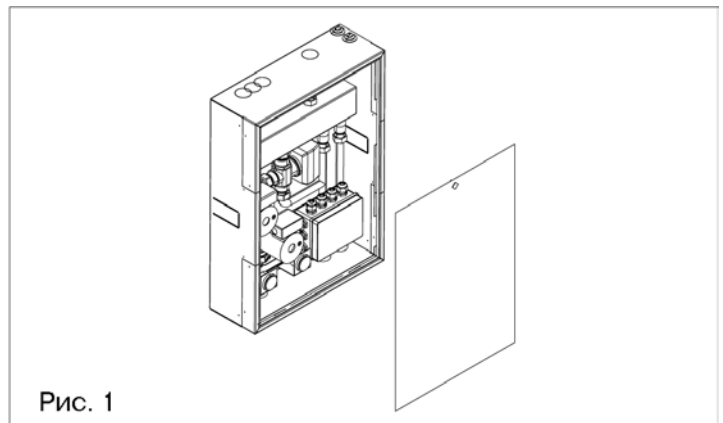

Рис. 1
- снимите переднюю панель, представляющую собой металлический лист (рисунок 1).